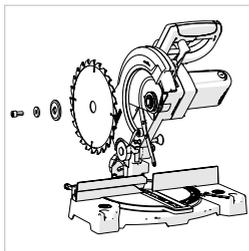

Fig. 27
- Utilizzando la chiave esagonale in dotazione , allentare la vite pergolato e rimuovere la rondella e la flangia della lama e la lama da il pergolato. **(Fig. 27)**